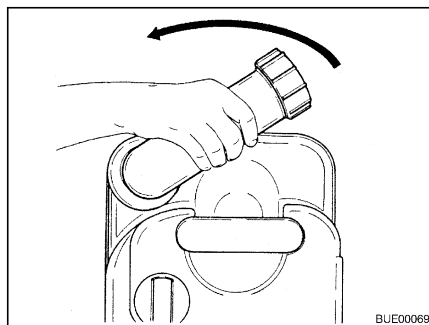

Bild 189 Vrid tömningsröret
- Vrid tömningsröret uppåt (Bild 189).